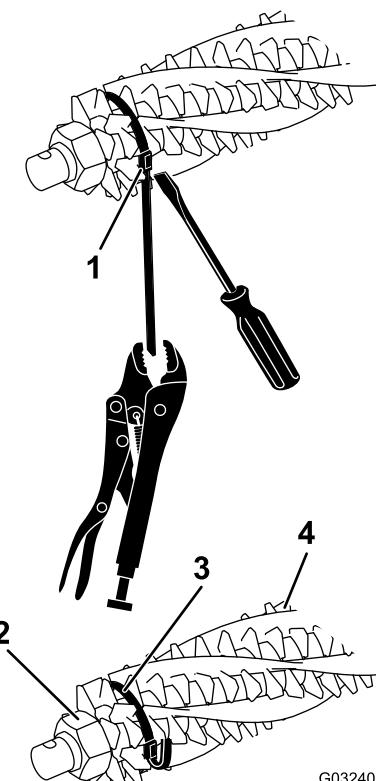
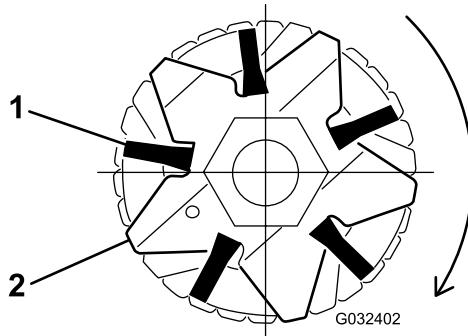

図 15
図 17
2. グルーマシャフトの左右の端で、グルーマブレード保持ナットをゆるめる図 15。
4. ブラシがグルーマ刃のスロットにきちんと入っていることを確認する図 15 と図 17。
5. 図 15 に示すように、グルーマリールのシャフトとブラシにストラップを巻きつけ、ブラシについている溝にストラップを入れる 図 17。
注ブルーマのブラシが刃のスロットに正しく嵌まっていない場合には、グルーマシャフトの両端についているグルーマ刃の固定ナットをゆるめ、ブルーマブラシの位置を正しく刃のスロットに調整しながらからグルーマブレード保持ナットを締め付ける図 15。
7. 各ストラップについて、バックルをドライバねじ回しで押えながら、ロックプライヤーでストラップをつかみ、ストラップを引っ張ってブラシの溝に完全に嵌める図 15。